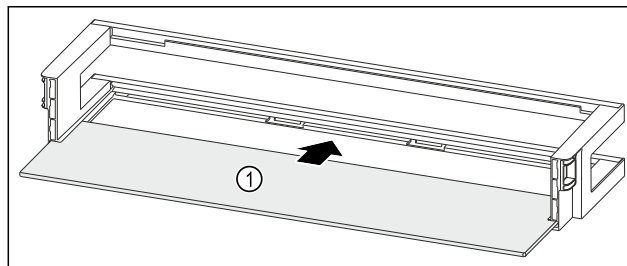

Fig. 93 Dveřní přihrádka s odkládací plochou
- Odkládací plochu Fig. 93 (1) zasuňte do bočních vybrání.